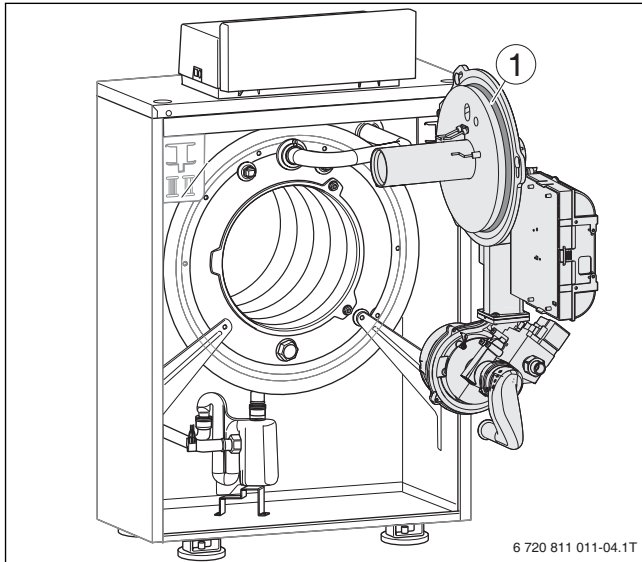

Fig. 13 Caixa do queimador
- ▶ Antes de montar o queimador, verificar a posição correta dos o-rings (→ fig. 13, [1]) e, se necessário, corrigir.